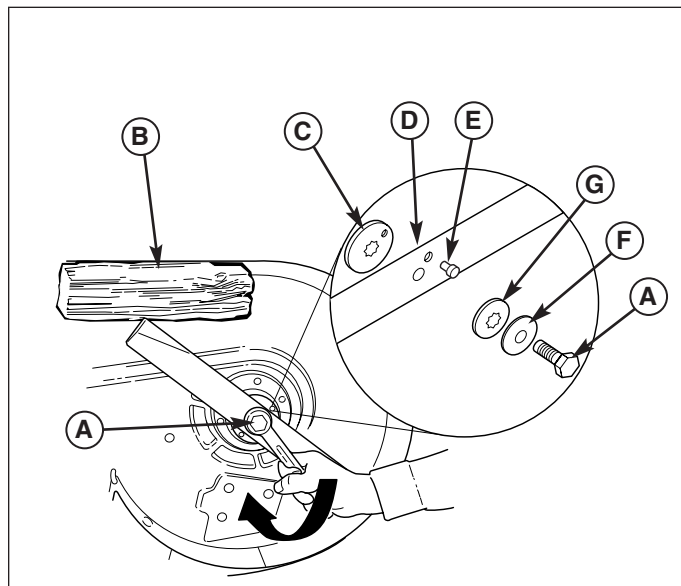

Figure 19. Installation de la lame
Modèles de 102 cm : Veiller à ce que les lames soient perpendiculaires l'une à l'autre comme l'indique la figure 19. Si ce n'est pas le cas, effectuer la procédure de synchronisation des lames de tondeuse figurant dans cette section. Remonter la rondelle cannelée (G), la rondelle élastique (F) et le boulon de fixation (A). Bloquer la lame avec une cale en bois (B) pour l'empêcher de tourner et serrer le boulon de fixation (A) à 61-75 Nm.
3. Bloquer la lame avec une cale en bois (B, figure 19) pour l'empêcher de tourner et desserrer le boulon de fixation (A).
4. Retirer le boulon de fixation (A, figure 19), la rondelle élastique (H), la rondelle cannelée (G) et la rondelle plate (F).